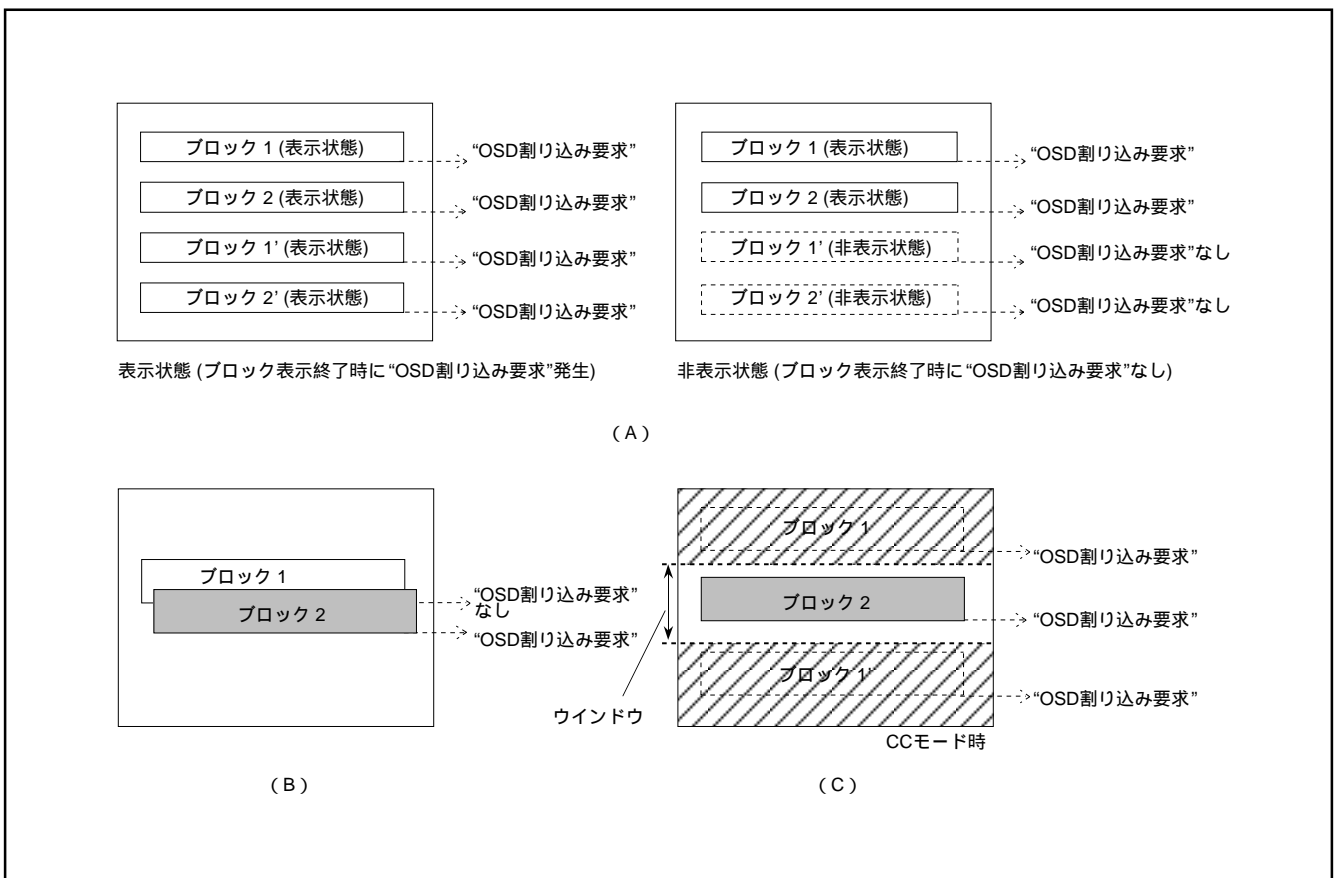

図8.11.23 OSD 割り込み発生時の注意点
- 注1. ブロック表示終了時に発生する“OSD 割り込み要求”は、ブロックを表示していない場合は発生しません。つまり、ブロックコントロールレジスタi (00D216, 00D316 番地) の表示制御ビットの設定によってブロックの表示がオフ(非表示)状態であれば、“OSD 割り込み要求”は発生しません(図8.11.23のA参照)。
2. 1つのブロック表示中に他のブロックの表示開始位置がきた場合は、割り込み要求は途中から表示したブロックの表示終了時に1回だけ発生します(図8.11.23のB参照)。
3. ウィンドウを設定した画面で、ウィンドウ外にあるCCモードブロック(表示OFF)が表示終了した時点でも“OSD 割り込み要求”は発生します(図8.11.23のC参照)。